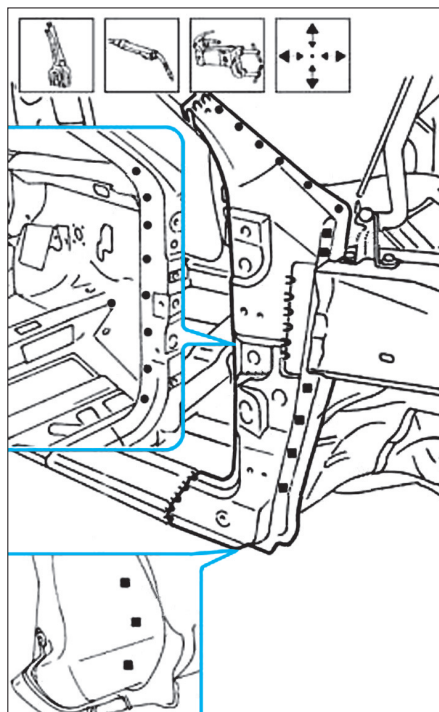

FIG. 15
- Ajuster le pied avant avec la porte et l'aile avant, puis souder comme illustré (Fig.15).